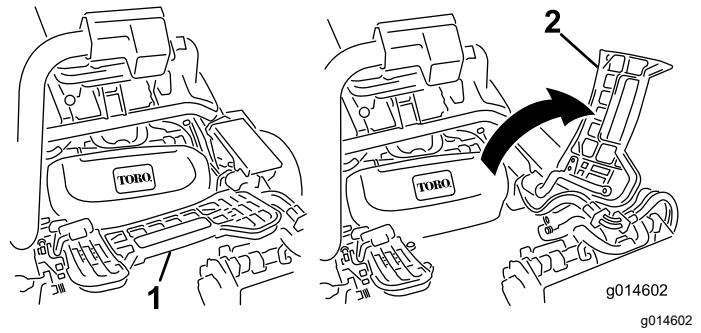

Figura 56
2. Eleve o apoio de pé e incline-o para aberto, permitindo o acesso à posição da unidade de corte central (Figura 56).